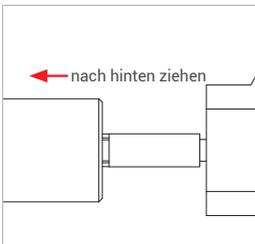

Abbildung 4
▶ Ziehen Sie leicht am Prüfling (Roter Pfeil *Abbildung 4*) entgegen der Anschlussrichtung um sicherzustellen, dass der Adapter richtig angeschlossen ist.